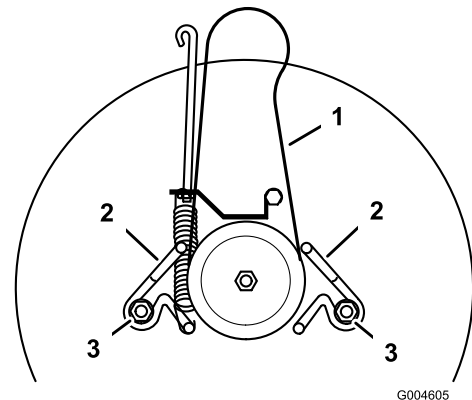

Bild 34
2. Lockern Sie die Befestigungsschrauben an der Riemenführung und bewegen diese von der Scheibe weg (Bild 34).
1. Bringen Sie den neuen Messerantriebsriemen an der Schnittmesser-Scheibe und in beiden Riemenführungen an (Bild 34).
2. Stellen Sie die Riemenführungen so ein, dass sie sich 3 mm von der Scheibe befinden. Ziehen Sie die Befestigungsschrauben fest (Bild 34).